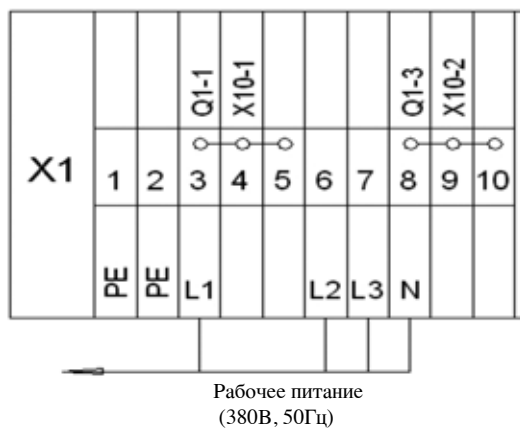

Рис. 4
6.4.1 Присоединить трехфазное четырехпроводное питание 380В 50 Гц к клеммам 3, 6, 7, и 8 клеммной колодки X1, см. Рис. 4